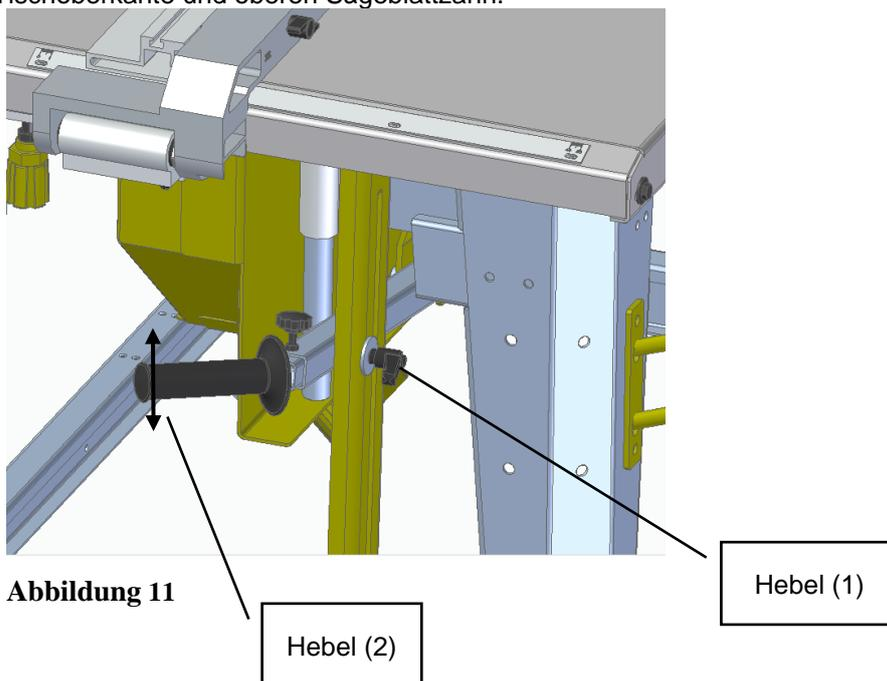

Abbildung 11
Um die Schnitthöhe zu verstellen, hält man mit einer Hand den Hebel (2) fest und löst den Hebel (2). Jetzt kann man mit Hilfe des Hebels (2) das Sägeblatt in der Höhe verstellen (siehe Abbildung 11). Ist die gewünschte Schnitthöhe eingestellt, dreht man den Hebel (1) wieder fest. Zur genauen SchnitthöhenEinstellung verwendet man z.B. ein Gliedermaßstab und misst die Höhen zwischen Tischoberkante und oberen Sägeblattzahn.